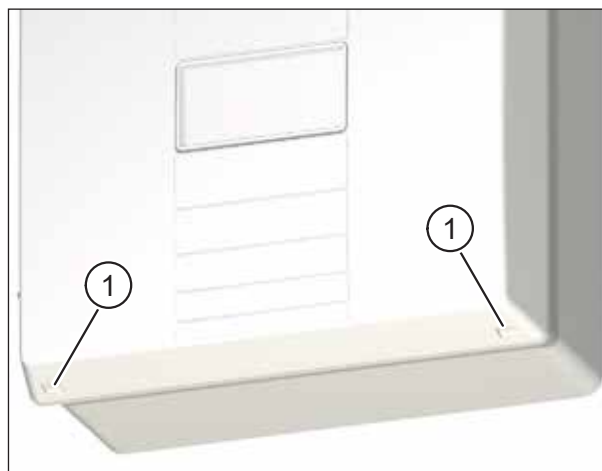

Fig. 17 : Démontez le couvercle de l'appareil d'aération
- ▶ Appuyez, en vous aidant des deux pouces, sur les deux crochets encliquetables (pos. 1 dans Fig. 17) sur la face inférieure de l'appareil d'aération. Le couvercle de l'appareil s'enlève.